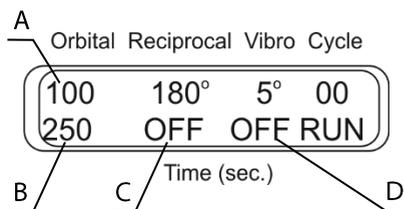

Рис. 4
6.9.1. **3D-орбитальное движение** (рис. 4). Самый популярный вид движения для данных шейкеров.